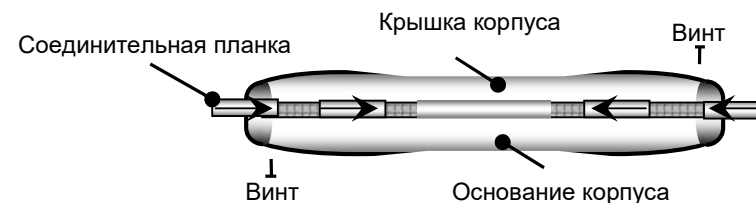

Рис.7
- Совместить крышку рециркулятора с основанием и зафиксировать соединение при помощи соединительных планок (рис.7).
- Установить винты, соединяющие крышку и основание корпуса (рис.7).